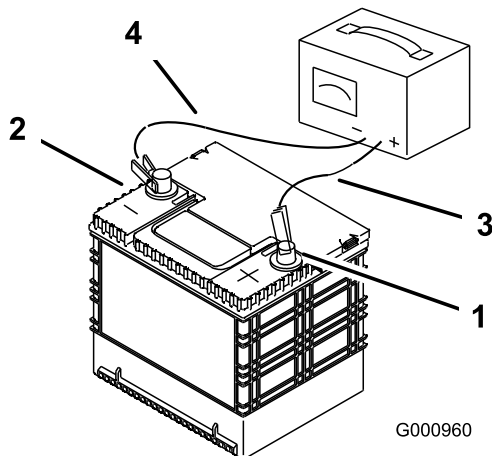

Bild 50
2. Wenn die Batterie ganz aufgeladen ist, ziehen Sie den Stecker des Ladegeräts aus der Dose. Klemmen Sie dann die Klemmen des Ladegeräts von den Batteriepolen ab (Bild 50).